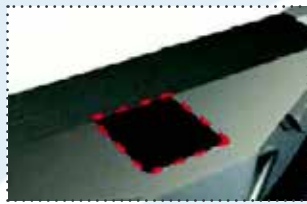

Fig. 2
- Et kvadratisk spindel-design som drejesikrer spindel og ventilplade indbyrdes samt fordeler moment over hele spindlens længde. Ventilpladen er selvcentrerende, hvilket bevirker meget mindre slid på sæderingen. Traditionelt er butterflyventiler designet med ventilpladen fikseret til spindlen enten med stifter eller feder/not. Dette giver dog u hensigtsmæssige kærvvirkninger og et generelt større slid på sæde og ventilplade, specielt ved temperaturændringer. Dette elimineres dog med det nye spindel-design (Fig. 2).